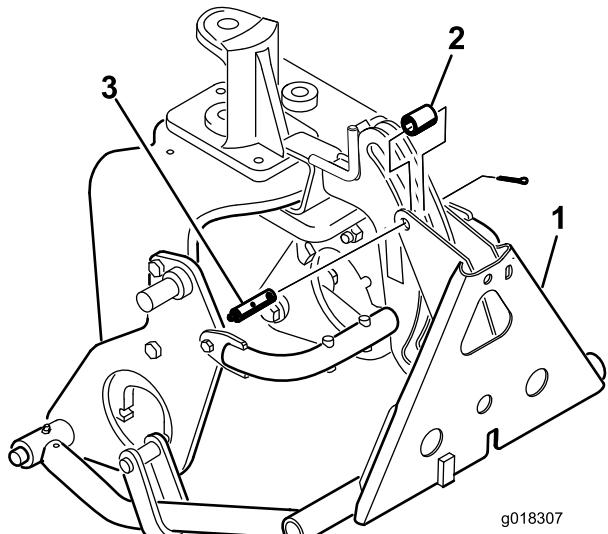

Рисунок 12
- Закрепите верх корпуса гидроцилиндра на оси на правой торцевой плите посредством стопорного кольца (Рисунок 12). Отверстия гидроцилиндра должны быть обращены вперед.
- Прикрепите шток гидроцилиндра к планкам толкающего рычага с помощью оси и 2 стопорных колец (Рисунок 12).